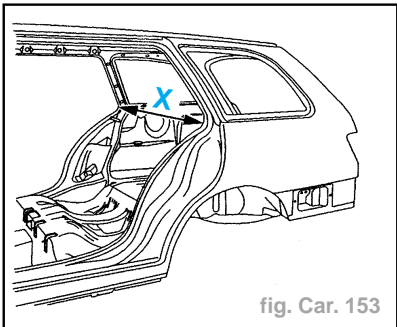

fig. Car. 153
- Contrôler le jeu **X = 1360 ± 1 mm** (fig. Car. 153).